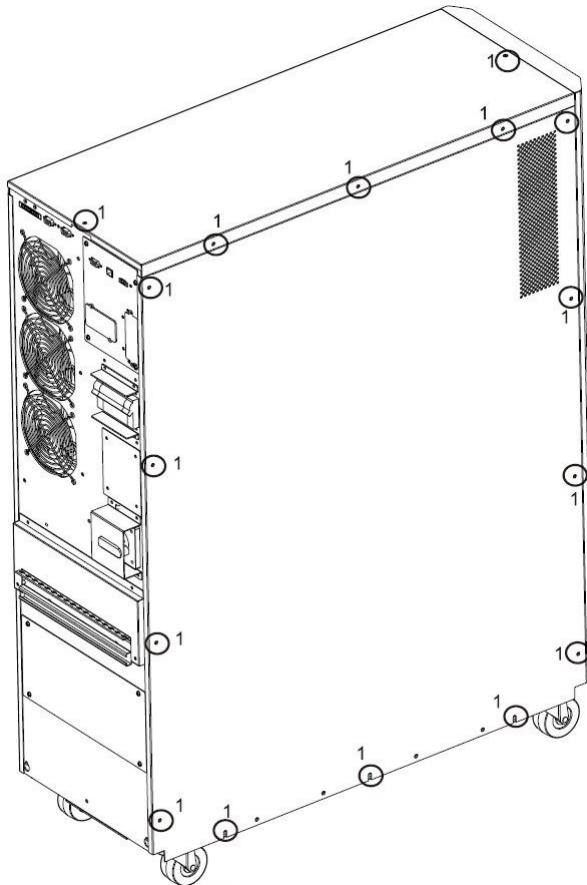

Abb. 3.1
- 1) Entfernen Sie alle Schrauben mit der Bezeichnung 1 (Abb. 3.1).